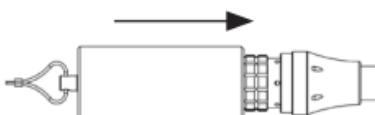

Abb. 3
- Die Verbindungshülse wird auf dem Anschlussende des elektrischen Handstücks positioniert (Abbildung 3).
Vorsicht: Die Verbindungshülse im Korb muss das Anschlussende des elektrischen Handstücks abdichten (Abbildung 3).